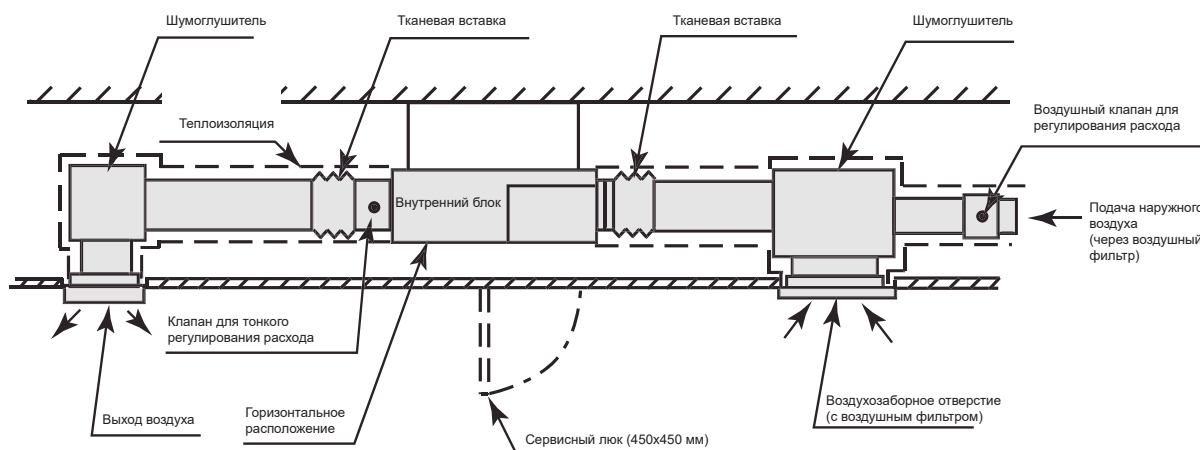

Рис. 4.8 Присоединение воздуховода
- (1) Подающий воздуховод присоединяется к внутреннему блоку через тканевые вставки, позволяющие избежать излишних звуковых вибраций (см. рис. 4.8.). Блок оснащен фланцем для присоединения воздуховода.
- (2) Прикрепите резиновые antivибрационные шайбы к подвесным болтам, чтобы снизить излишние звуковые вибрации.
- (3) Воздуховод должен быть выполнен из негорючего материала.
- (4) Для защиты воздуховода от выпадения конденсата его необходимо теплоизолировать.